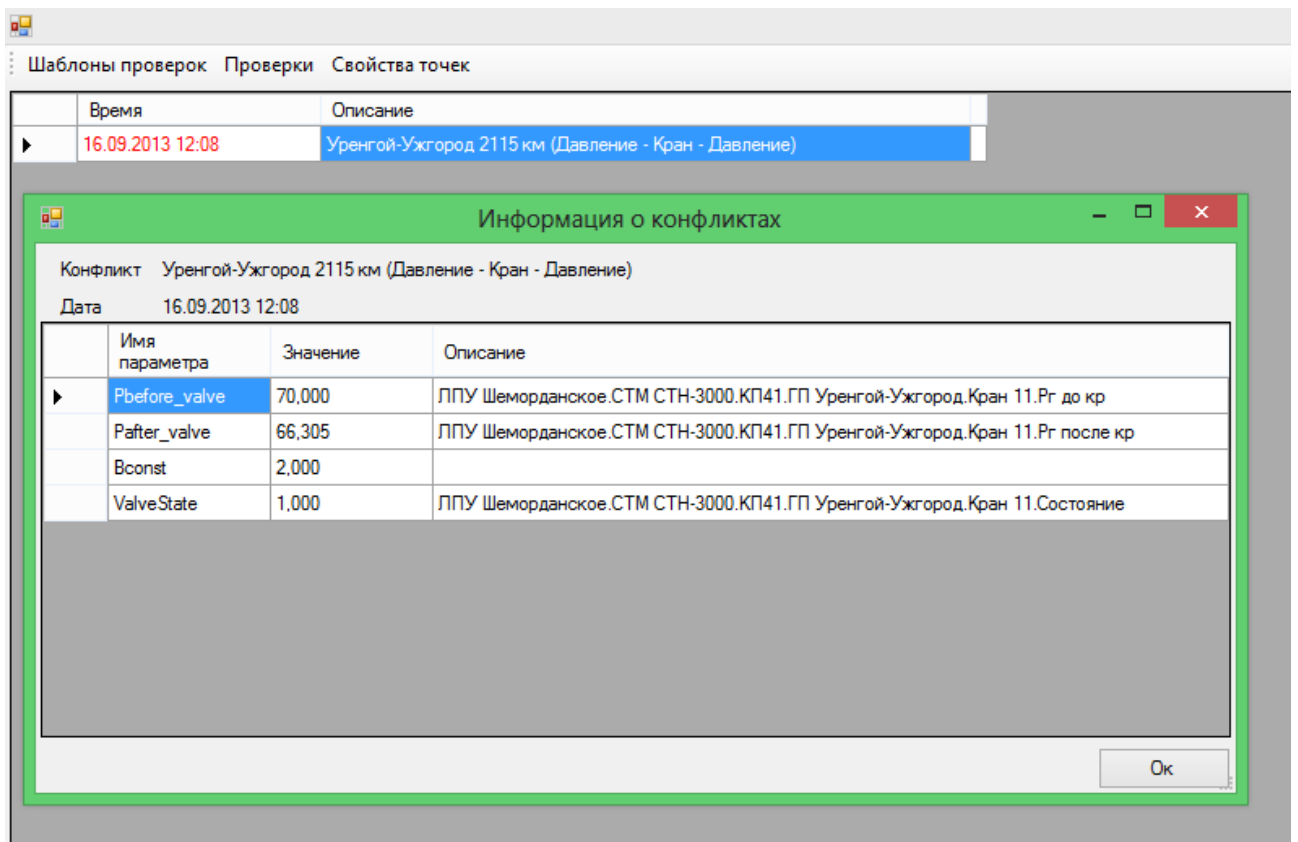

Рис. 2 – Информация о нестандартной ситуации
**Модуль отображения и обработки нестандартных ситуаций** (Рис. 2) позволяет просмотреть значения параметров НС и предпринять необходимые действия по ее устранению. Например, неравенство давлений до и после открытого крана может означать дрейф нуля датчика, увеличение погрешности измерительного канала, загидрачивание импульсной трубки, ошибку сигнализации состояния крана и т.п. После устранения причины НС оператор должен квитировать событие, после чего анализ параметров по данной проверке возобновляется.